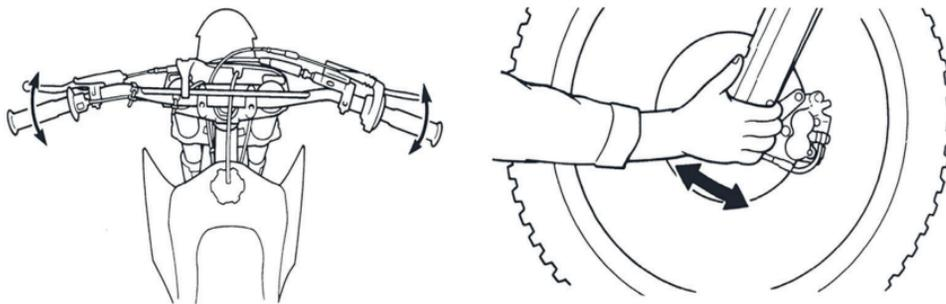

Рисунок 4. Проверка рулевой колонки
1. Встаньте перед мотоциклом. Возьмитесь за вилку (в районе передней оси) и потяните вилку по направлению к двигателю, и обратно несколько раз (см. рисунок 4). Если подшипники изношены, вы почувствуете люфт или даже услышите щелчок / глухой удар.